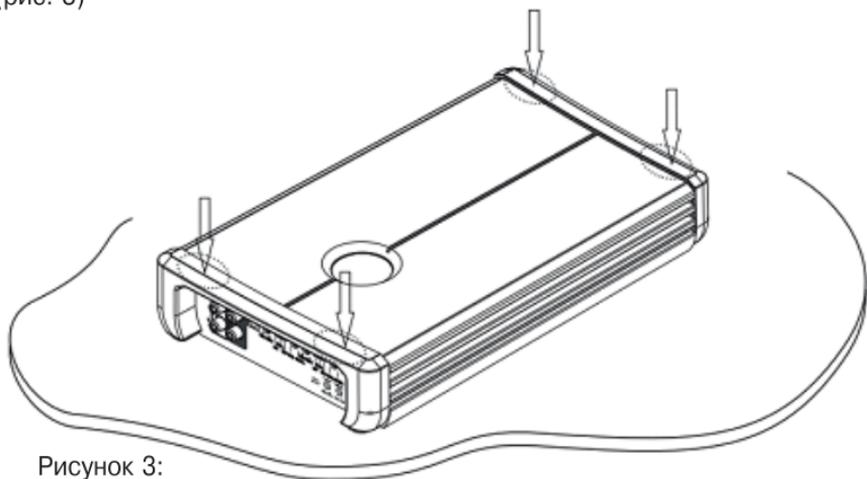

Рисунок 3:
4) После того, как торцевая крышка надета, ее нужно зафиксировать (защелкнуть). Для этого надавите на нее вертикально вниз с обеих сторон (рис. 3)